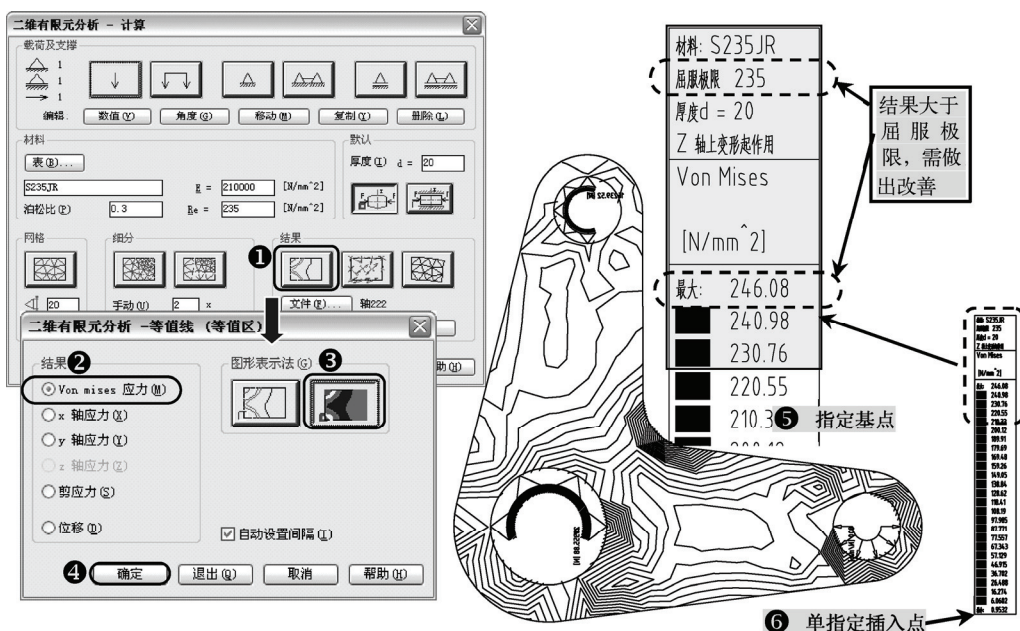

图 13-30 计算结果
8) 单击在“结果”选项中的“等值线和等值区 ()”工具按钮，弹出“二维有限元分析-等值线 (等值区)”对话框，在“结果”选项中勾选“Von-Mises 应力”选项，在“图形表示法”选项中选择“等值区”工具按钮，勾选“自动设置间隔”选项，单击“确定”按钮，系统自动隐藏对话框并自动进行计算和着色处理，提示指定基点，键入〈Enter〉键 (在边界上)，系统会显示一个表格，提示指定插入点，在屏幕上指定该表格的插入点，键入〈Enter〉键返回“二维有限元分析-计算”对话框；单击“关闭”按钮，有限元分析结束，如图 13-30 所示。在“计算结果”表格中可以看出，计算结果大于屈服极限值，需要对零件进行增强。